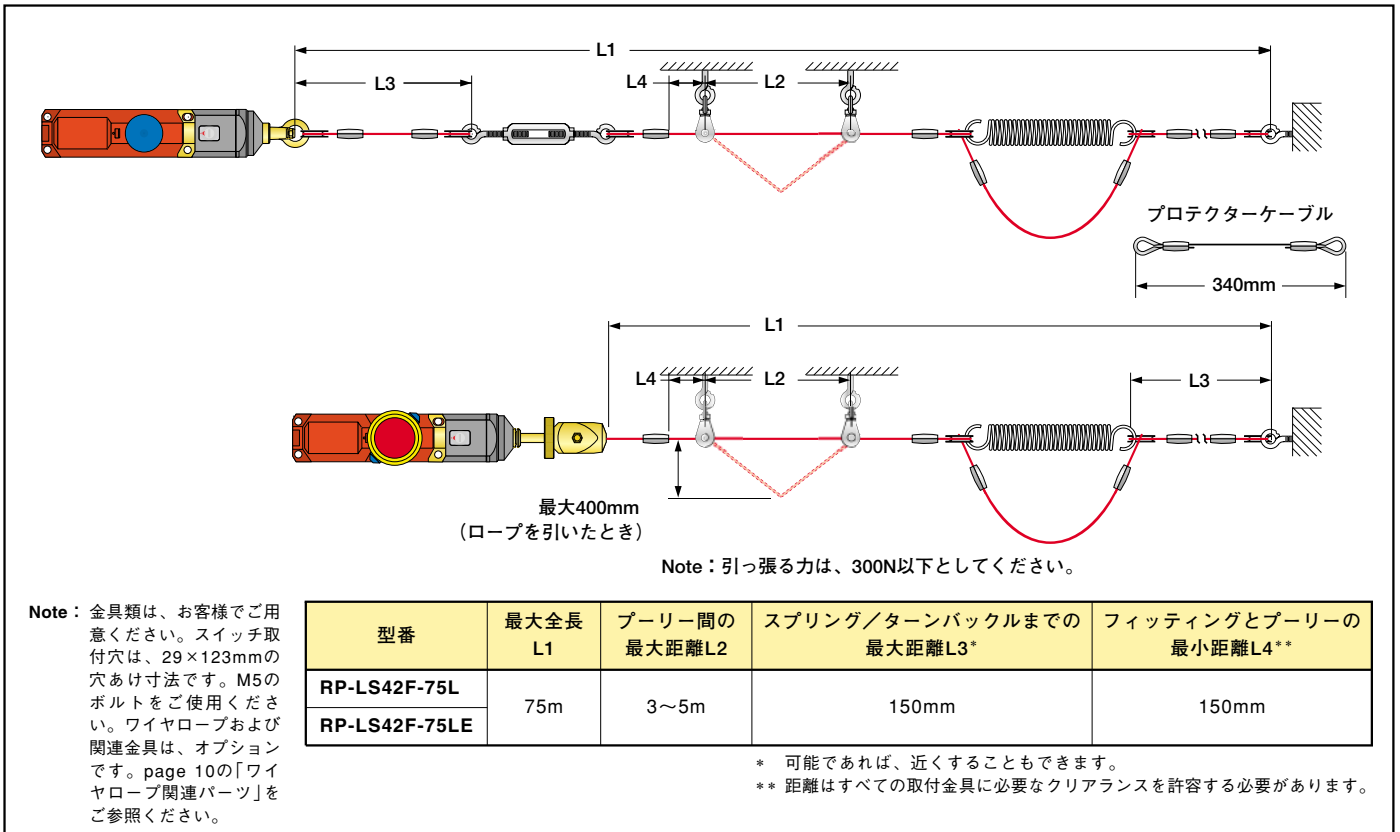

Fig.3 ロープとハードウェアの組み立て(ロープの部品はオプションです。page 10をご参照ください。)
- 3) Fig.3 (page 5) のようにロープを張ってください。ロープの全長に渡って、ロープにPVCカバーがあるようにしてください。
- Fig.3に示すように、ロープを最大ロープ長以上に延長しないでください。長いモデルも用意しておりますので、www.bannerengineering.co.jp、または弊社までお問い合わせください。